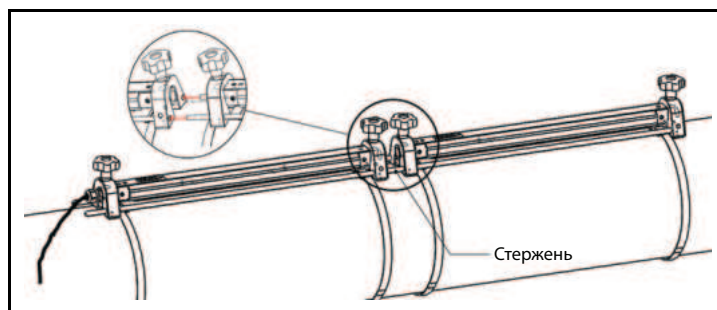

Рис. 15. Установка с отражением сигнала с двумя накладными креплениями
2. Приложите одно из крепежных приспособлений, с двумя преобразователями и одним кабелем, к трубопроводу между верхней (по потоку) парой хомутов и наденьте два монтажных хомута на крепежное приспособление (см. рисунок 15 ниже). Затем затяните винты хомутов и убедитесь в том, что они надежно фиксируют крепежное приспособление.